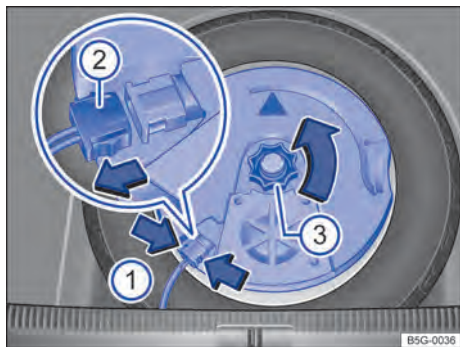

Fig. 144 En el maletero: desmontar el subwoofer (variante 1).
- Para desbloquear el conector → fig. 144 ②, comprima las pestañas de encastre → fig. 144 (flechas ①).
- Desacople el conector ② en el sentido de la flecha y deje el cable a un lado.
- Desenrosque la ruedecilla ③ en el sentido de la flecha.
- Acople el conector → fig. 144 ② hasta que encastre de forma audible.
- Enrosque la ruedecilla ③ en el tornillo prisionero en el sentido contrario al de la flecha hasta que el subwoofer quede bien fijado.